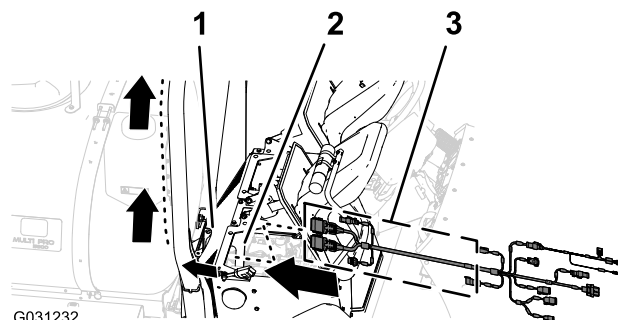

Figura 165
1. Enrute la rama de 390 cm del arnés de datos hasta el lado derecho del compartimento del motor (junto al filtro de aire del motor) y hacia atrás por debajo de la zona derecha inferior de la cubierta trasera del motor (Figura 165).